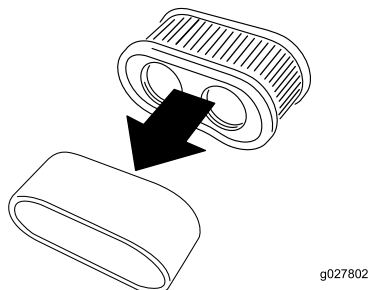

Figura 46
5. Separate gli elementi in schiuma sintetica e di carta (Figura 46).